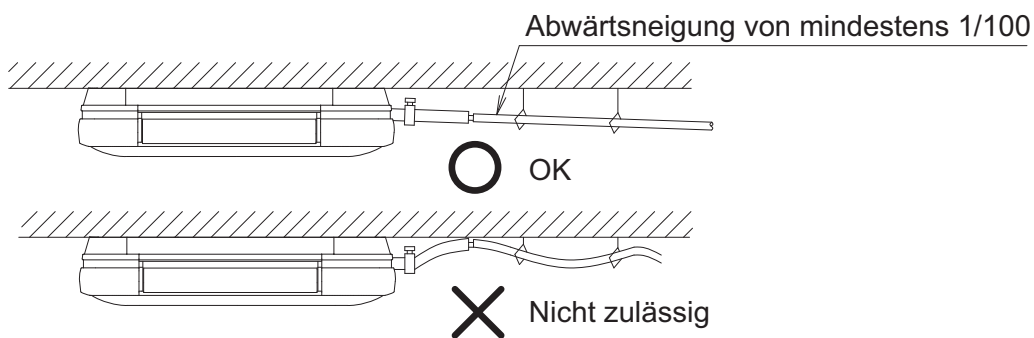

Abb. 28
- Installieren Sie die Rohrleitungen so kurz wie möglich und mit einer Abwärtsneigung von mindestens 1/100 und ohne Stellen, an denen sich Luft aufstauen kann. **(Siehe Abb. 28)** (Dies kann zu anormalen Geräuschen wie etwa Blubbern führen.)